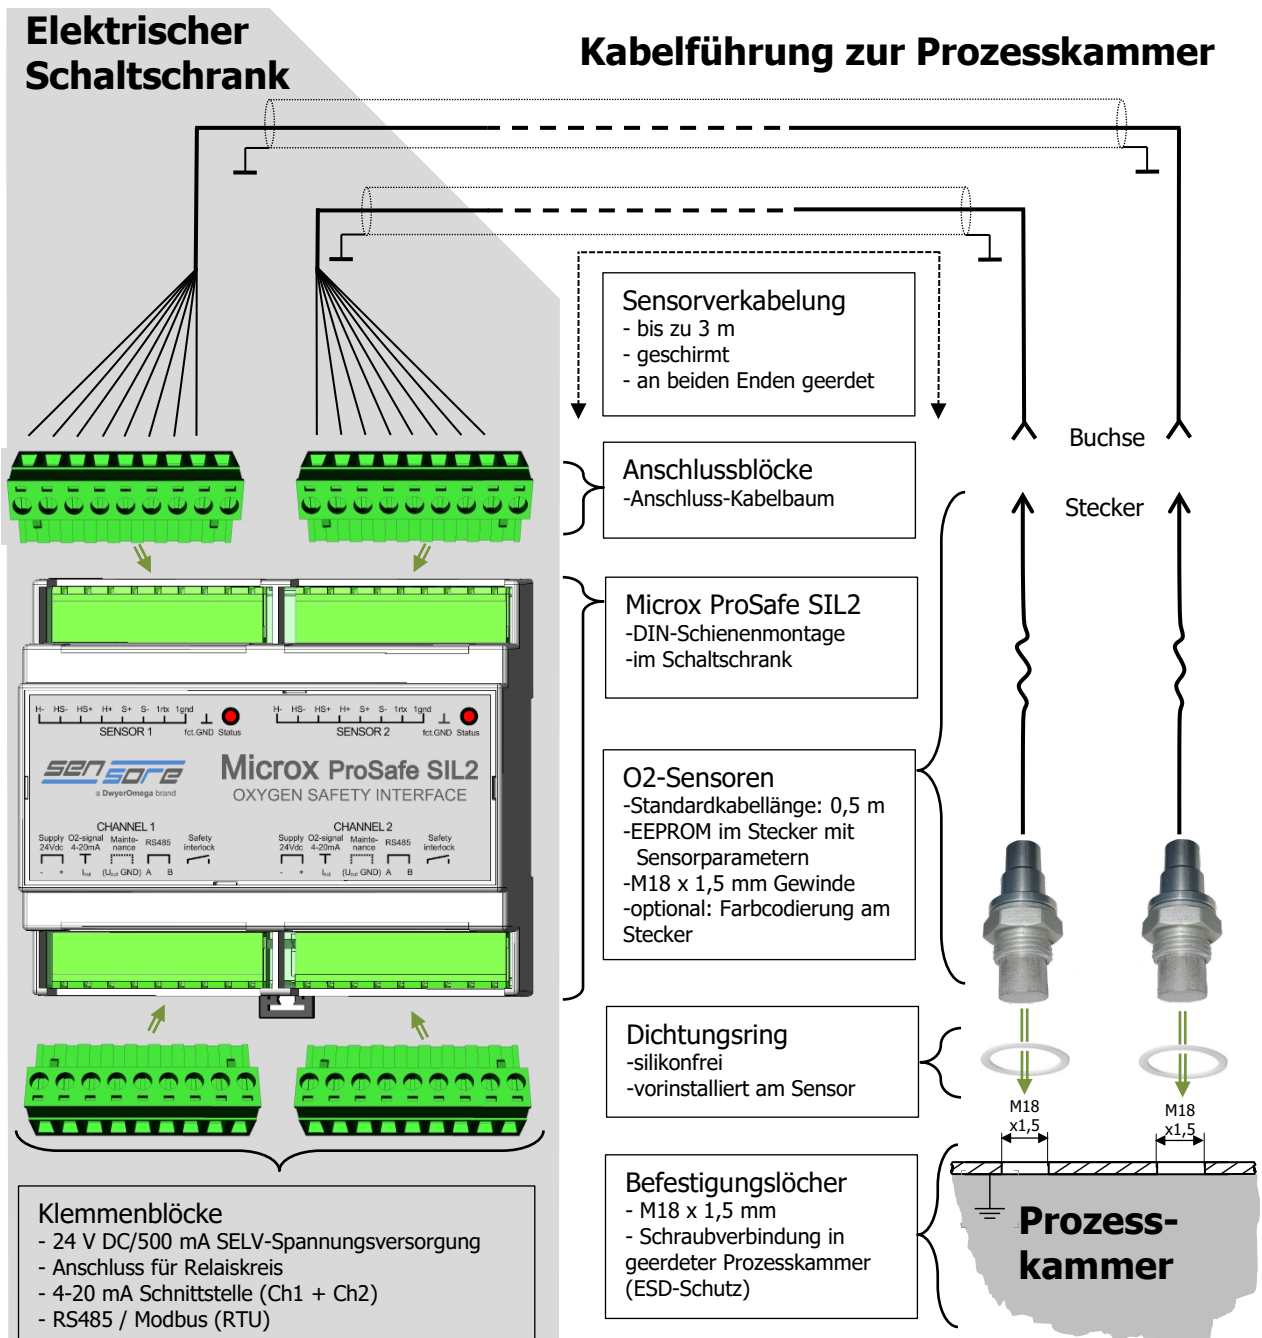

Abbildung 1. Schematische Darstellung des übergeordneten Sicherheitssystems
- Wenn das Metallgehäuse des Sensors direkt in die geerdete Metallwand der Prozesskammer geschraubt wird, bietet es einen ausreichenden Schutz vor elektrostatischer Entladung (ESD). Siehe Abbildung 1 auf Seite 3 als Orientierungshilfe.